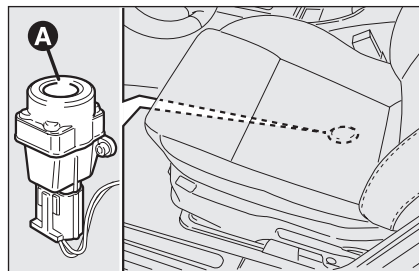

fig. 53
Pour réactiver l'interrupteur de blocage du carburant, appuyer sur le bouton **A**-fig. 53.
- ☐ appuyer sur le bouton **A-fig. 53** pour réactiver l'interrupteur de blocage du carburant;